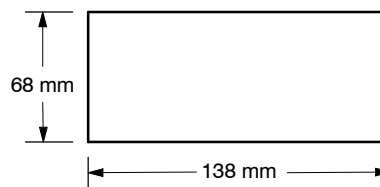

Bild 2-1 Abmessungen für den Ausschnitt in der Schalttafel
- Stellen Sie einen Ausschnitt mit einer Größe von 138 mm x 68 mm in der Schalttafel her (DIN 43700) (siehe Bild 2-1).